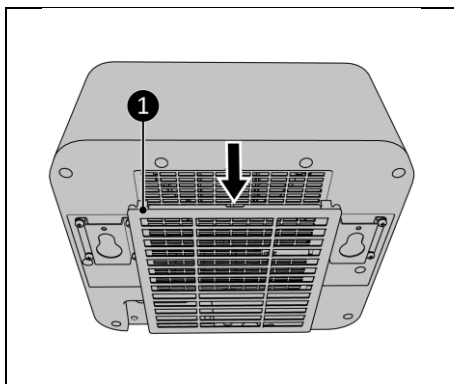
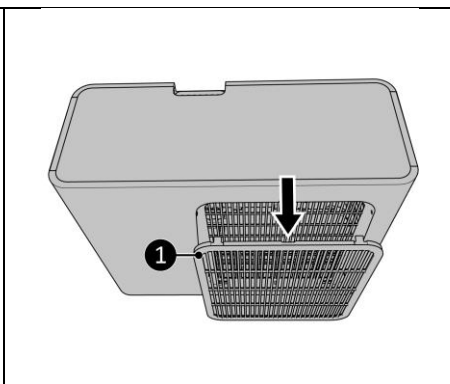

Figure 20
Figure 21
2. Retirez le cadre (figure 20, pos. 1 pour l'unité intérieure et figure 21, pos. 1 pour l'unité extérieure) et retirez le filtre.